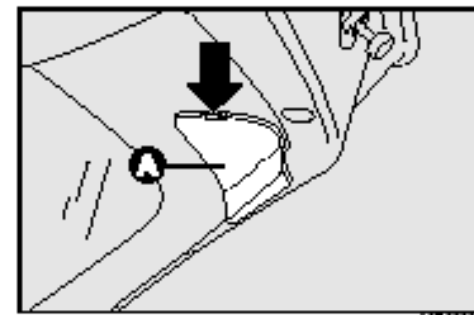

рис. 31
- Снять крышку **A** – **рис. 31** нажав отверткой в точке указанной стрелкой;
□ Закрыть дверцу **А – рис.31**
□ Снять крышку **А – рис. 31** нажав отверткой в точке указанной стрелкой;
□ Закрыть дверцу **А – рис.31.**